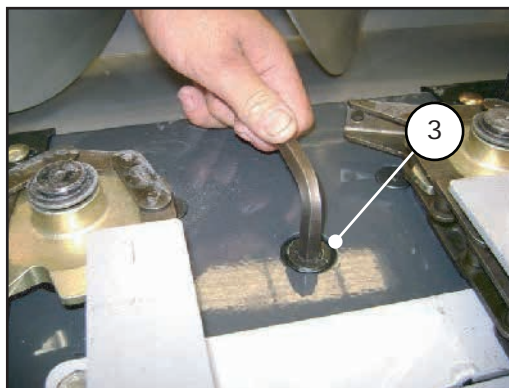
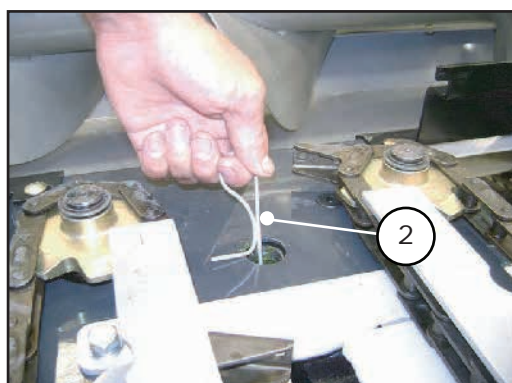
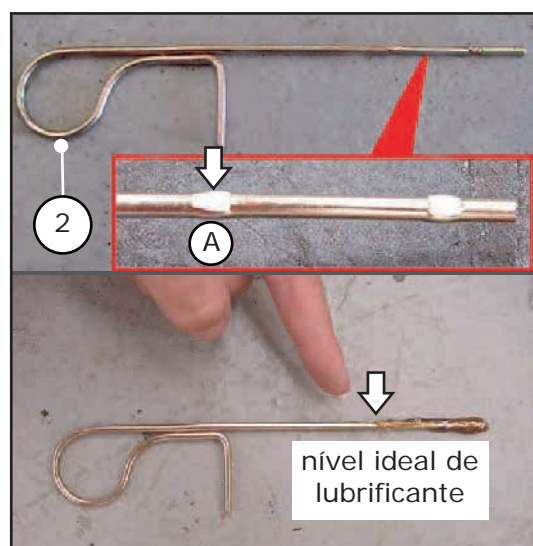

Figura 48
Figura 49
Figura 50
O nível deve ser medido com a vareta metálica - MD080003 (2) figura 50, que acompanha a plataforma. Para isso, remova o bujão (3) figura 48, localizado entre os portas-bicos centrais com uma chave Allen 5/16" e introduza a vareta (2) figura 49, pelo orifício do mesmo.
O nível deve atingir a marcação "A" (nível máximo), conforme figura 50, com a plataforma nivelada.